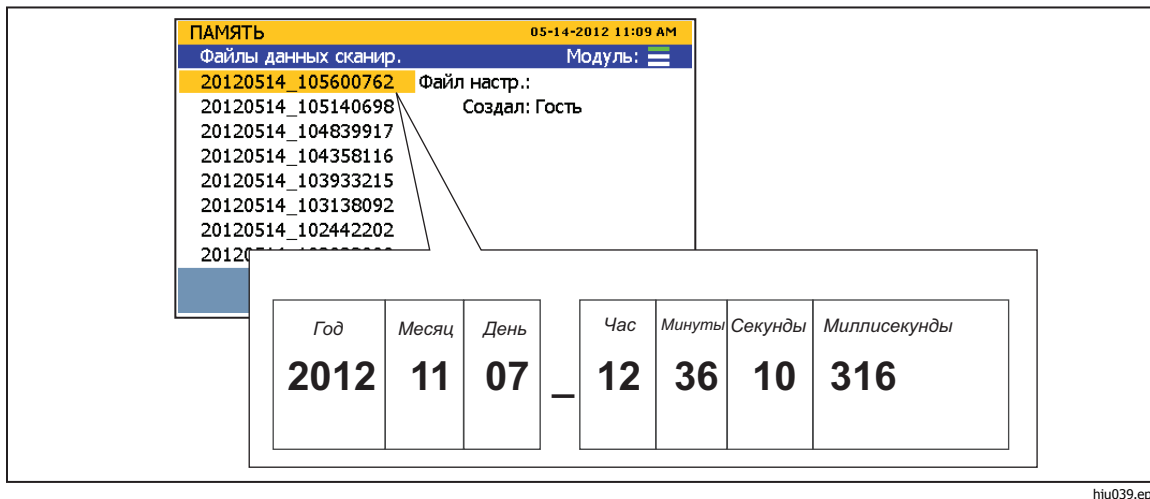

Рисунок 4–7. Соглашение по наименованию файлов
- e. Дважды нажмите на папке **scan** для просмотра файлов данных сканирования или папке **DMM** для просмотра файлов данных цифрового мультиметра. Файлы данных хранятся в папке, в имени которой имеется метка времени выполнения записи. Соглашение по наименованию файлов показано на рис. 4–7.